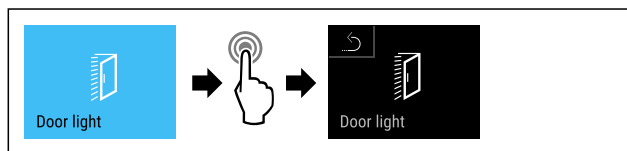

Fig. 96
- ▶ Hajtsa végre a művelet lépéseit (lásd Fig. 96) .